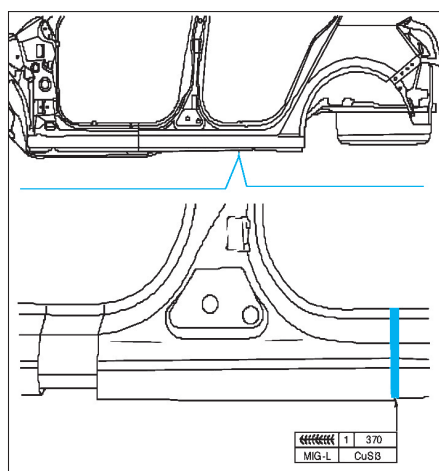

FIG. 62
- Souder le revêtement de bas de caisse de porte arrière (fig. 62).